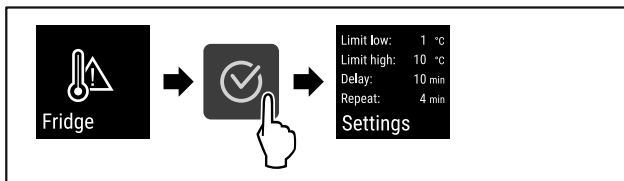

Fig. 136
- ▶ Εκτελέστε τα βήματα ενεργειών (βλέπε Fig. 136).